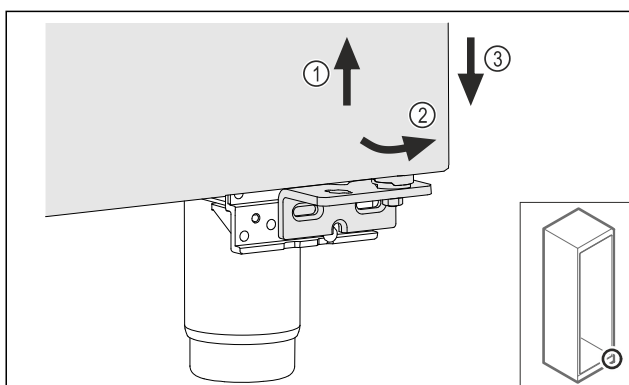

Fig. 26
- Немного приподнимите дверь Fig. 26 (1), наклоните снизу вперед Fig. 26 (2) и опустите Fig. 26 (3).